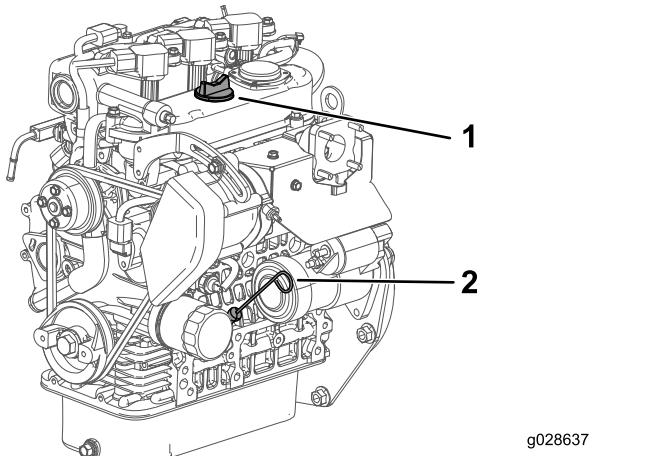

Figure 34
5. Remettez la jauge dans le tube en l'enfonçant complètement (Figure 34).
6. Ressortez la jauge et vérifiez le niveau d'huile (Figure 34).
7. Si le niveau est trop bas, retirez le bouchon de remplissage (Figure 34) et ajoutez la quantité d'huile nécessaire pour amener le niveau au repère maximum sur la jauge.
4. Retirez la jauge et essuyez-la sur un chiffon propre (Figure 34).